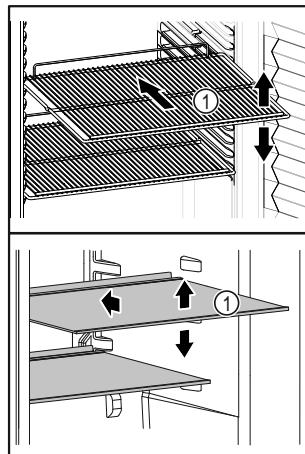

Fig. 82 Beispielhafte Darstellung
- Wenn Ablageflächen Fig. 82 (1) versetzbare sind, Ablageflächen je nach Höhe anpassen.